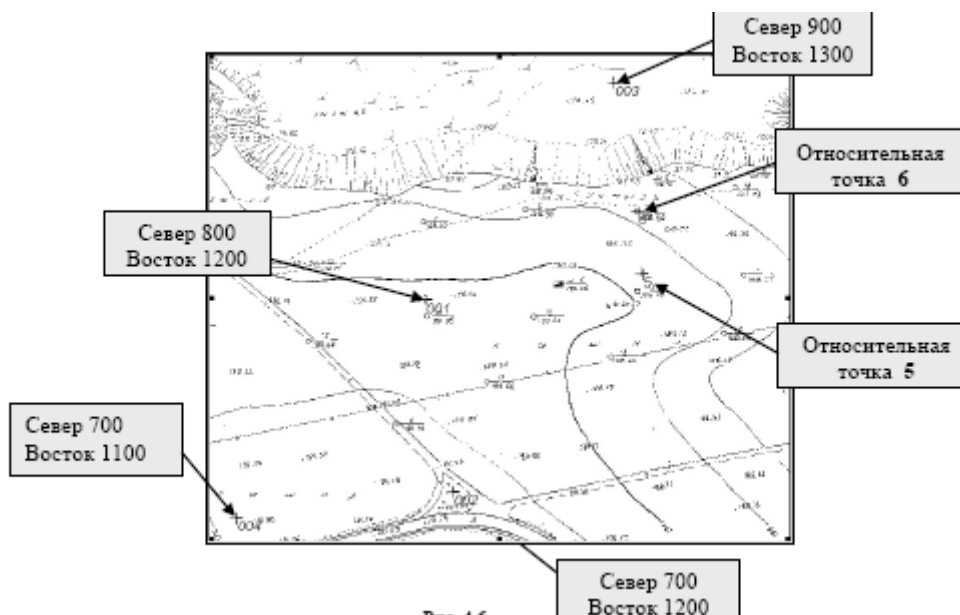

Рисунок 89. Второй фрагмент
7. Создайте опорные точки на втором фрагменте согласно рис. 89.